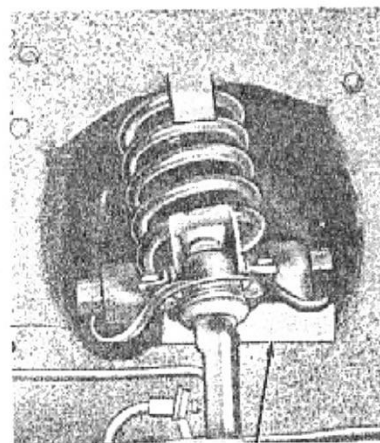

fig. 2 — colocação do calço sob o braço superior da suspensão
1. Colocar um calço sob o braço superior da suspensão conforme ilustrado na fig. 2.